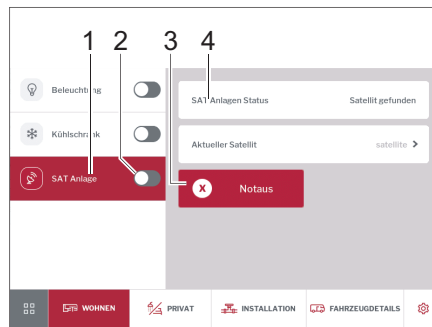

Fig. 283 Instalación de antena parabólica
- Encender o apagar la instalación de antena parabólica con el interruptor deslizante (Fig. 283,2).
- Tocar en la opción *Instalación SAT* (Fig. 283,1). El satélite seleccionado se muestra (Fig. 283,4).
- Tocar en la opción *Desconexión de emergencia* (Fig. 283,3) cuando el sistema se encuentre con una resistencia.